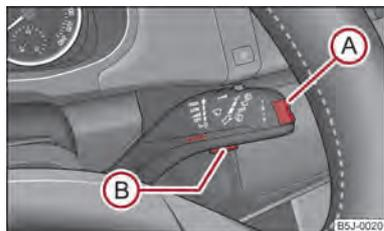

Abb. 7 Informationsdisplay: Bedienungselemente
- Das **Main menu (Hauptmenü)** aktivieren Sie durch Drücken der Wipptaste (A) ⇒ Abb. 7 länger als 1 Sekunde.
- Über die Wipptaste (A) können Sie einzelne Menüpunkte wählen. Nach kurzem Antippen der Taste (B) wird die gewählte Information angezeigt.